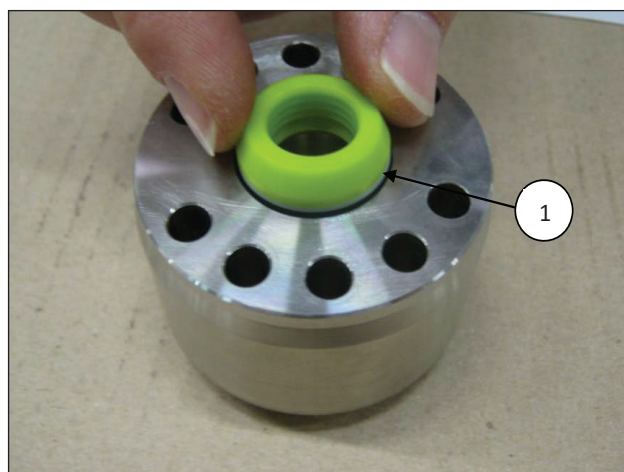
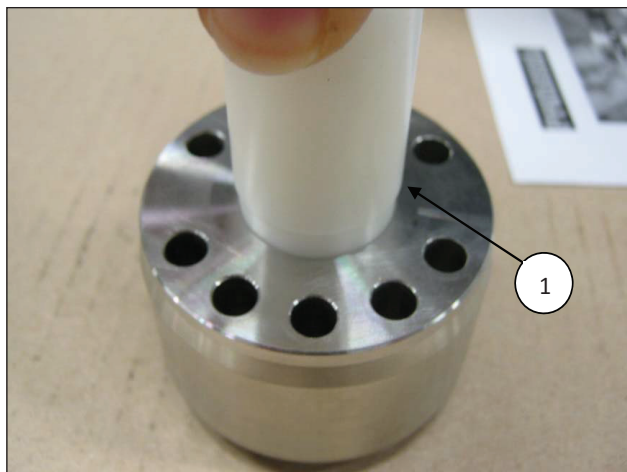

Fig. 39
Fig. 40
- Introduire dans le support de joints H.P. la bague de tête (rep. ①, Fig. 38) et le paquet H.P. (haute pression) ; vu la légère interférence entre le joint et le support de joints H.P., pour éviter tout dommage, il est conseillé d'utiliser un tampon en matière plastique (rep. ①, Fig. 39 et Fig. 40).
Installer le joint H.P. dans le support comme le montrent les Fig. 39 et Fig. 41.